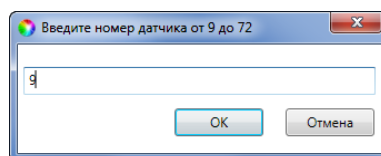

Рис. 5.26. Ввод номера радиоустройства
2. В открывшемся окне укажите номер радиоустройства из числа еще не занятых в нумерации шлейфов и радиоустройств (в указанном диапазоне) и нажмите кнопку *OK* (Рис. 5.26).